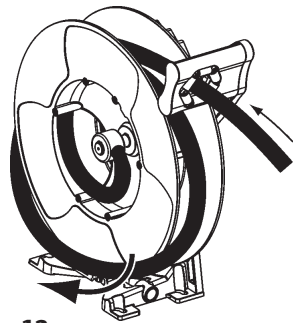

Fig. 12
2. Quite una vuelta de manguera del interior del disco del enrollador (fig. 12).